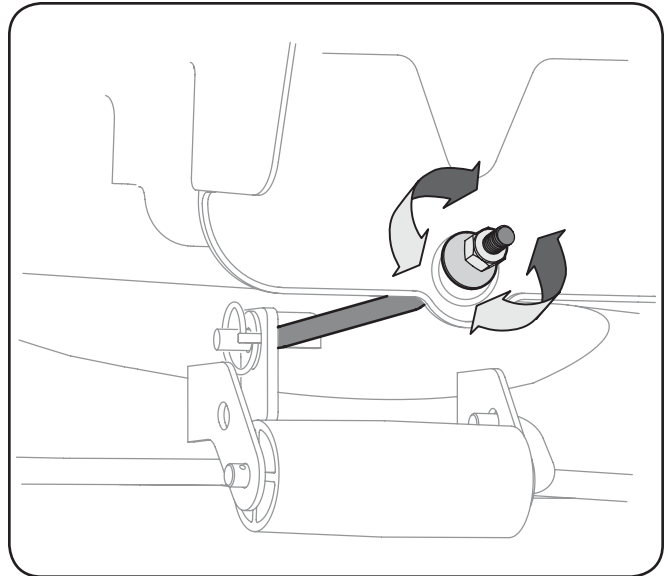

Figura 6-5
1. Para levantar la parte delantera de la plataforma, apriete (rosca hacia adentro) la tuerca hexagonal contra el soporte de suspensión delantera. Véase la figura. 6-5.
2. Para bajar la parte delantera de la plataforma, afloje (rosca hacia afuera) la tuerca hexagonal, alejándola de la ménsula de suspensión frontal. Véase la figura. 6-5.